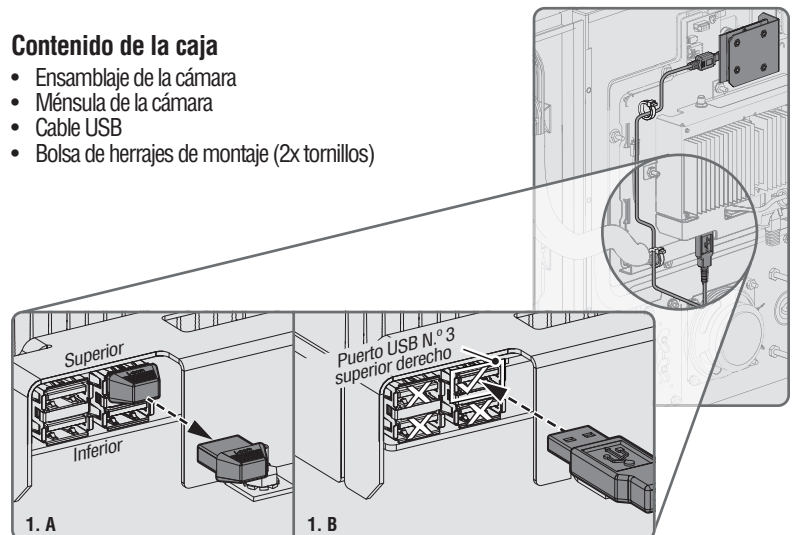

Figura 1. Retirar el USB falso y conectar el cable USB al puerto USB N.º 3 en el lado superior derecho del controlador.
5. Use las pinzas para desenchufar el enchufe falso superior derecho de la entrada USB en la tarjeta de control (controlador). (Figura 1.A)
6. Se debe utilizar la entrada USB N.º 3 para conectar la cámara. El extremo Micro USB del cable USB se conecta a la cámara y el extremo USB estándar se conecta específicamente al puerto USB 3 (el puerto USB superior derecho en el controlador.) (Consulte la Figura 1.B)